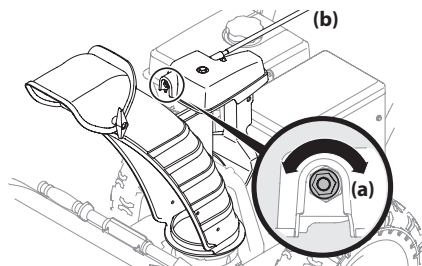

Figure 4-9
1. Pour augmenter la tension, tournez l'écrou hexagonal en sens horaire à des intervalles d'un quart de tour. Tenez la tige de la commande de la goulotte sans la bouger pour serrer l'écrou. Voir Figure 4-9.